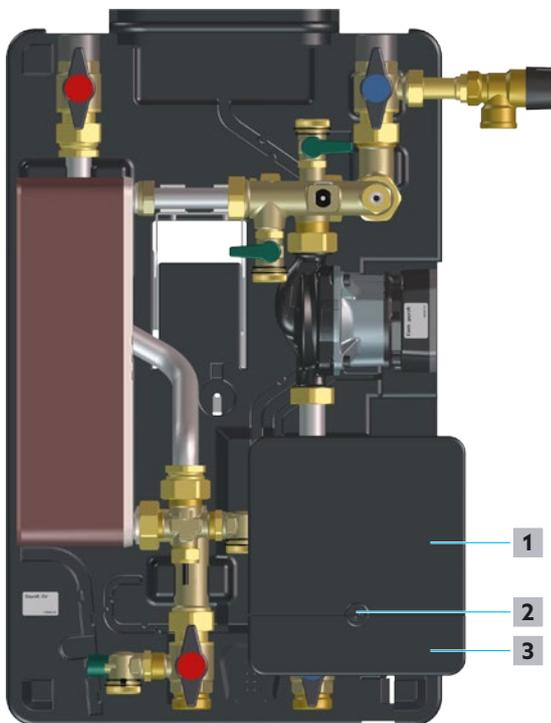

Fig. 22: Abrir el controlador
- 3 Retire el tornillo (véase posición 2 en Fig. 22 en la página 28) y déjelo a un lado.
- 4 Deslice la cubierta del panel de conexiones (véase posición 1 en Fig. 22 en la página 28) hacia arriba hasta que encaje con un clic.
- 5 Pliegue la cubierta de las tuberías de suministro (véase posición 3 en Fig. 22 en la página 28).